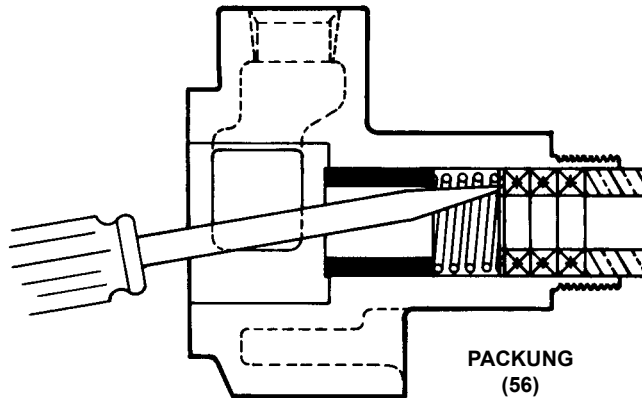

ABBILDUNG 3
- Nun kann die Packung bzw. die mechanische Dichtung ausgebaut werden. **Hinweise dazu entnehmen Sie Abbildung 3 oder 4.** Wir empfehlen bei jeder Demontage der Pumpe eine neue mechanische Dichtung oder neue Dichtringe einzusetzen.